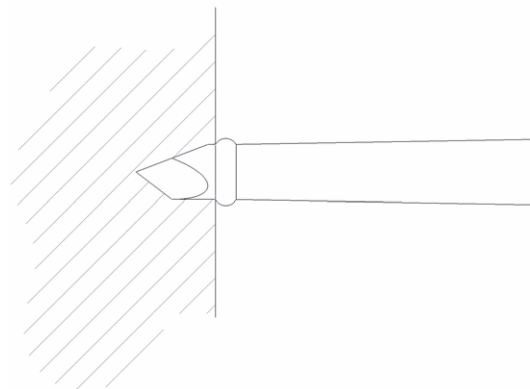

Fig. 1 Helt införd bensyl
- För aldrig in sylen bortom den upphöjda kanten, se Bild 1.